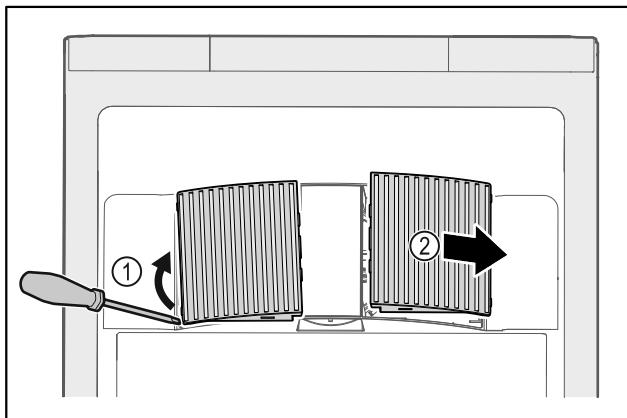

Fig. 140
- Oprezno podignite ventilatorske pokrove sa strane Fig. 140 (1) i skinite ih prema naprijed Fig. 140 (2).